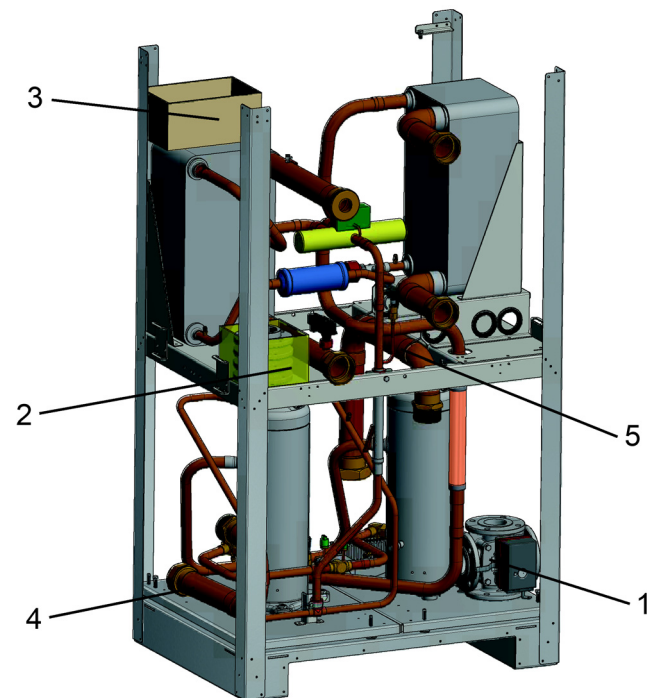
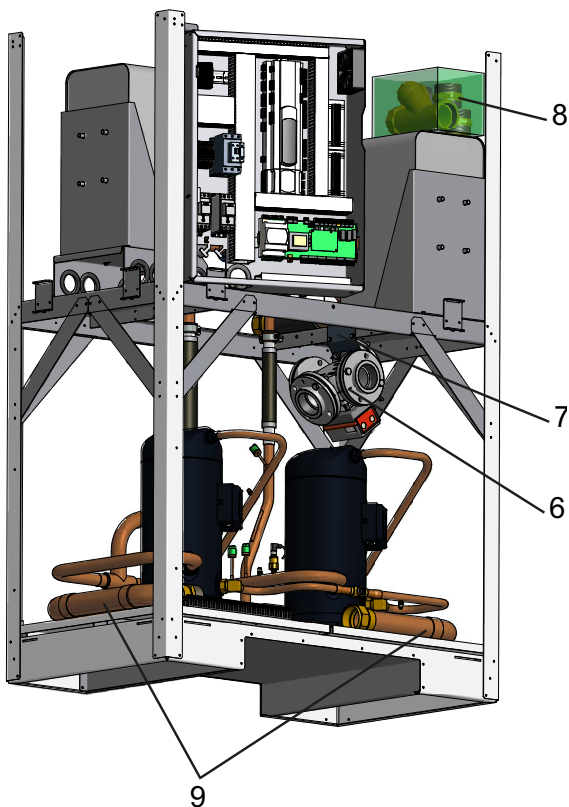
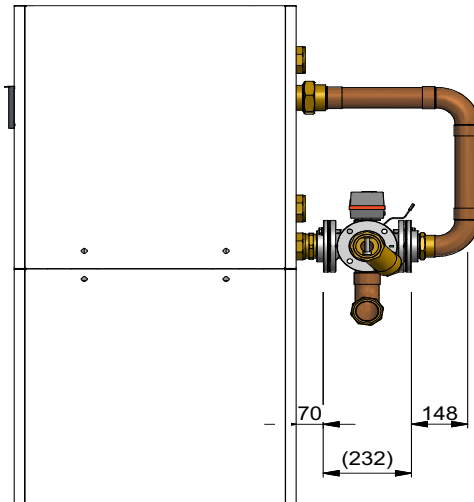

Abb. 7.1:
Abb. 7.2:
Abb. 7.3:
Das mit dem Stellmotor vormontierte hydraulische 4-Wege-Umschaltventil (1) ist mit 3 Befestigungswinkeln auf der Grundplatte fixiert. Die Befestigungswinkel sind zu entfernen, die unter dem 4-Wege-Umschaltventil platzierte Flanschdichtung ist zu verwenden (siehe Abb. 7.1 auf S. 6). Weitere Flanschdichtungen befinden sich zusammen mit den Gewindeflanschen im Gerätebeipack (2). Die Verbindungselemente sind zusammen mit dem Schutzfilter im Beipackkarton (3) auf dem Plattenwärmetauscher abgelegt. Auf der Grundplatte ist eine vormontierte Rohbaugruppe (4) abgelegt und eine weitere Rohbaugruppe (5) ist im oberen Bereich an einem Blechteil fixiert. Diese Rohbaugruppen sind wie in Abb. 7.3 auf S. 7 gezeigt mit den Gewindeflanschen zu verbinden.
Das mit dem Stellmotor vormontierte hydraulische 4-Wege-Umschaltventil (6) ist mit seinen Gewindeflanschen an einem Transportblech (7) im Geräteinnenraum befestigt (siehe Abb. 7.2 auf S. 7). Nach der Demontage des hydraulischen 4-Wege-Umschaltventil aus dem Geräteinnern ist das Transportblech (7) zu entfernen. Die Gewindeflansche des 4-Wege-Umschaltventils sind zu lösen. Die Verbindungselemente und Flanschdichtungen sind zusammen mit dem Schutzfilter im Beipackkarton (8) auf dem Plattenwärmetauscher abgelegt. Auf der Grundplatte der Wärmepumpe sind zwei vormontierten Rohrbaugruppen (9) abgelegt. Diese Rohrbaugruppen sind wie in Abb. 7.3 auf S. 7 gezeigt mit den Gewindeflanschen zu verbinden.
Hierbei sind die in Abb. 7.3 auf S. 7 gezeigten Abstandsmaße durch den Eindichtvorgang zwischen Doppelnippel und Gewindeflansch an der Wärmepumpe einerseits und zwischen der Rohrbaugruppe „Heizwasser-Vorlauf“ und Gewindeflansch andererseits zu realisieren. Ist die erforderliche Einbauposition erreicht sind die Flansche mit den beiliegenden Dichtungen durch Schrauben, Scheiben und Federringen mit dem hydraulischen 4-Wege-Umschaltventil zu verbinden.